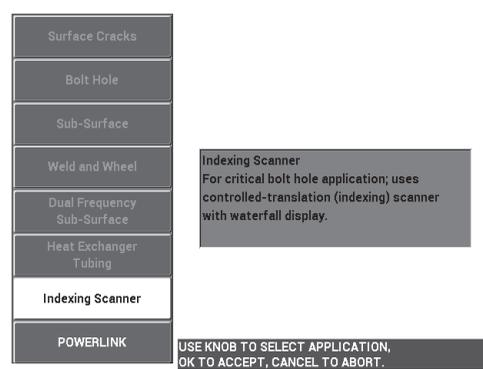

Figura 5-63 L'applicazione dello scanner d'indicizzazione
3. Premere una volta il tasto di menu ADV SETUP (☰⚙️) ed in seguito selezionare **SELEZ.APP.** (selezione dell'applicazione) [tasto A] per aprire il menu di selezione dell'applicazione. Selezionare **INDIC. SCANNER** (indicizzazione scanner) con la manopola ed in seguito premere ✓ per confermare (vedere Figura 5-63 a pagina 184).